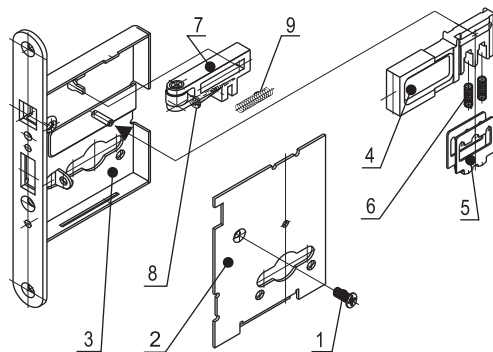

Рис. 2
ТЕХНИЧЕСКОЕ ОБСЛУЖИВАНИЕ (см. рис. 2)
необходимости (см. рис. 2):
3. Сборку производите в обратном порядке, располагая детали, в соответствии с рис. 2.